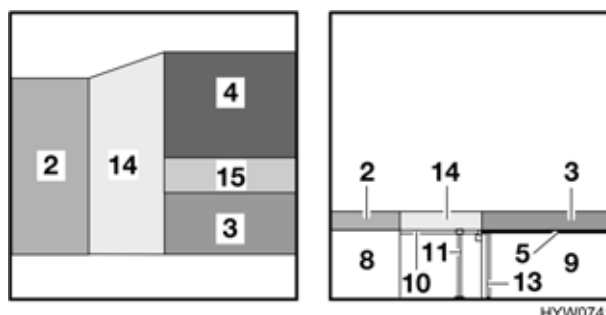

Fig. 92 Dopo la trasformazione
- Collocare il cuscino dello schienale (Fig. 92,3) della dinette centrale sul piano del tavolo.
- Piazzare il cuscino aggiuntivo piccolo (Fig. 92,15) tra il cuscino del divano (Fig. 92,4) e il cuscino dello schienale (Fig. 92,3).
- Appoggiare il cuscino aggiuntivo grande (Fig. 92,14) sulla prolunga del cassone letto.